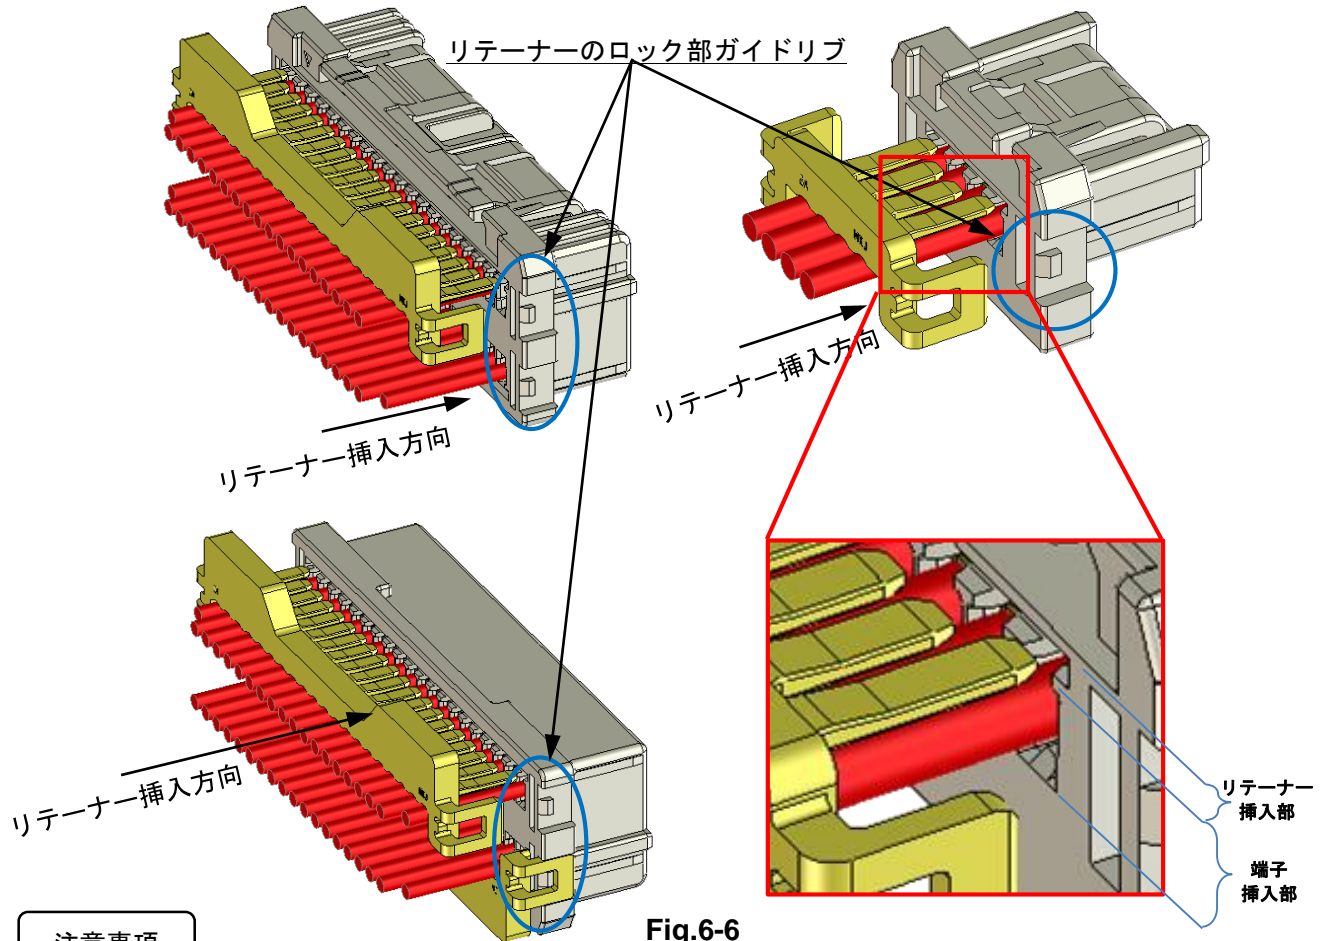

Fig.6-6
- ① ハウジング、リテーナーそれぞれの左右を挟むように、軽く持ってください。
- ② リテーナーをFig.6-6に示す方向から挿入してください。
- ③ リテーナーのロック部がハウジングに設けられたガイドリブに沿うようにし、爪が完全にかかるまで、ゆっくりと真っ直ぐ装着してください。